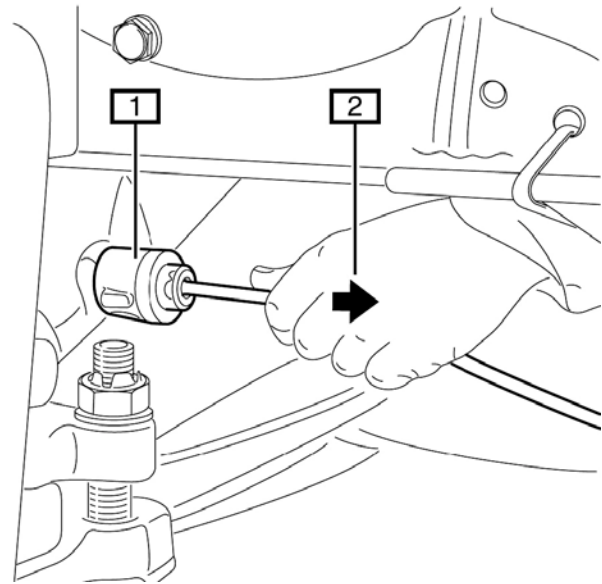

Fig. 6:
- **Fig. 6** Das PA Luftrohr in das Proportionalventil (1) des BOGE PDC Stoßdämpfers fest einstecken.
- **Fig. 6** Stick the PA air pipe firmly into the proportional valve (1) of the BOGE PDC shock absorber.
- **Fig. 6** Insérer solidement le tuyau d'aérage en PA sur la soupape proportionnelle (1) de l'amortisseur BOGE PDC.
- **Fig. 6** Insertar fijamente el tubo de aire PA en la válvula proporcional (1) del amortiguador PDC de BOGE.